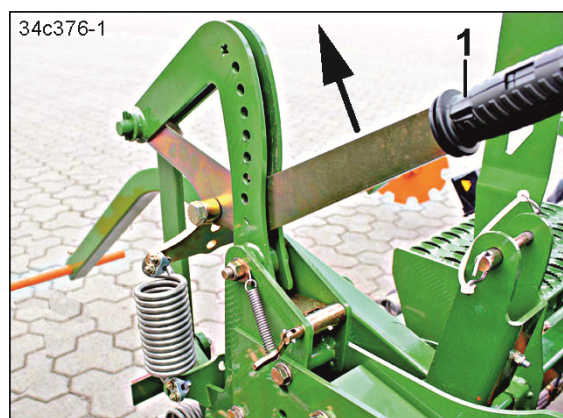

Рис. 176
4. Переместите рычаг (Рис. 176/1) в направлении стрелки.